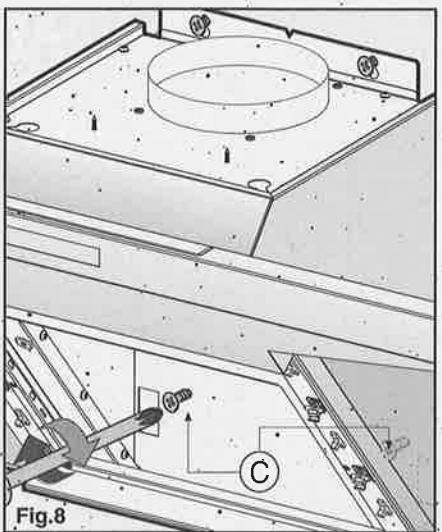

Fig.8
- A regolazione avvenuta fissare la cappa definitivamente tramite le 2 viti C (fig.8).